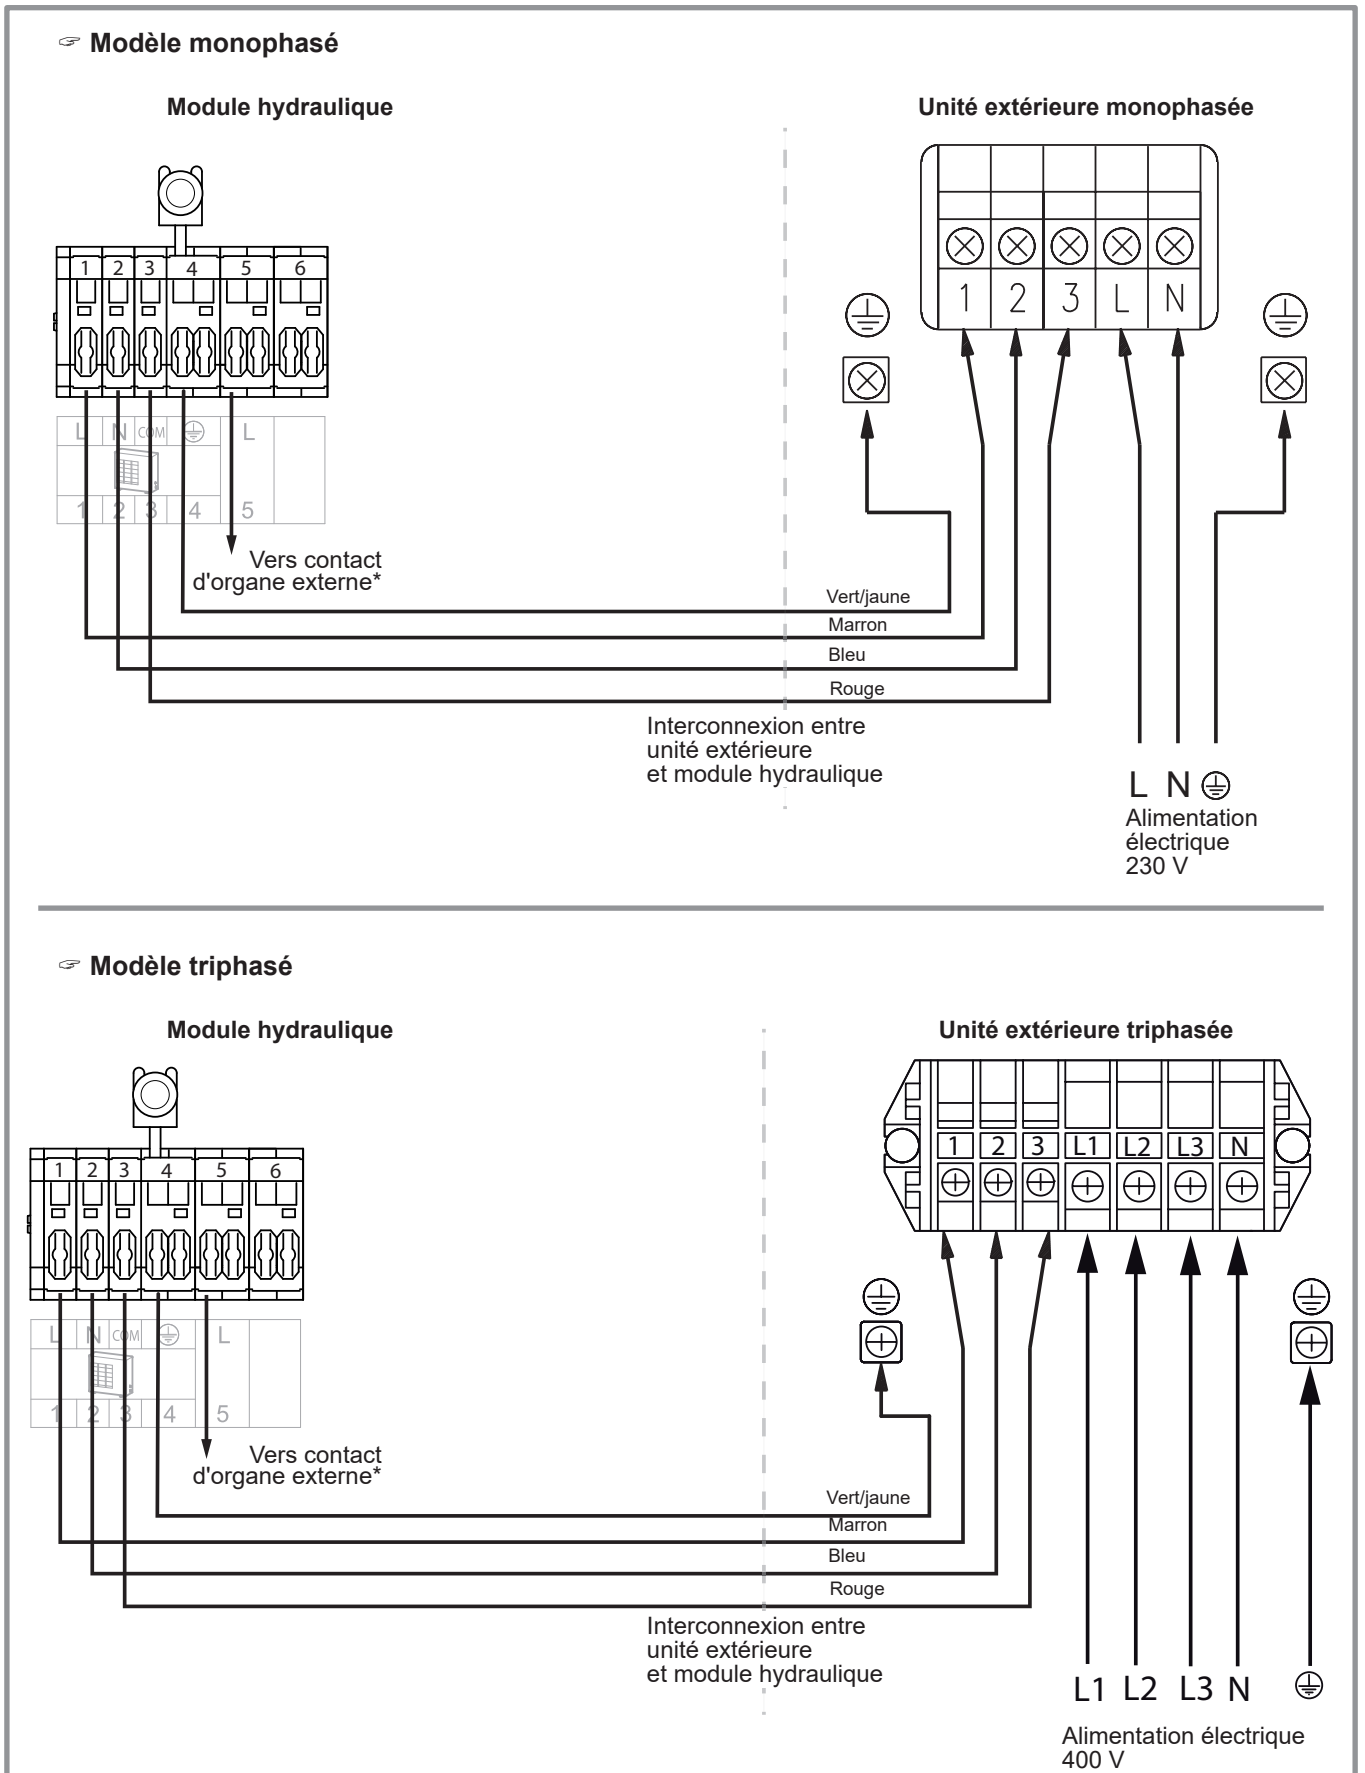

figure 43 - Raccordement aux borniers et relais de puissance
- Effectuer les raccordements suivant les schémas (figure 43 et figure 44).